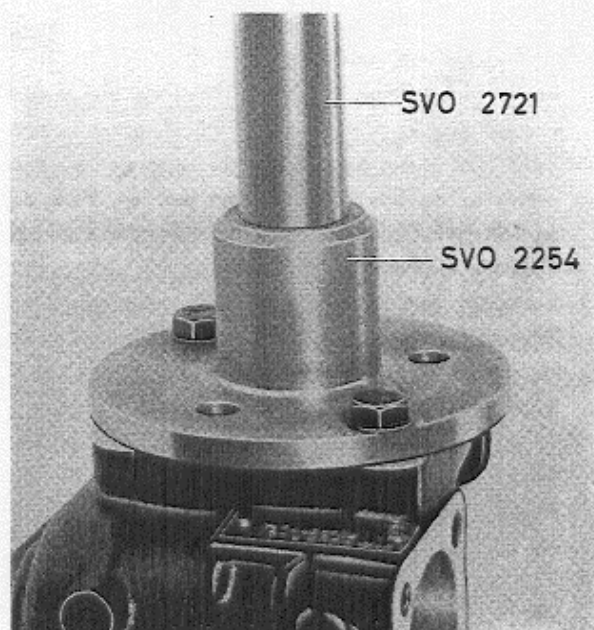

Fig. 6-44. Het ruimen van pitmanasbus
10. Monteer geleider SVO 2254 en ruim de bussen met ruimer SVO 2721, zie Fig. 6-44.